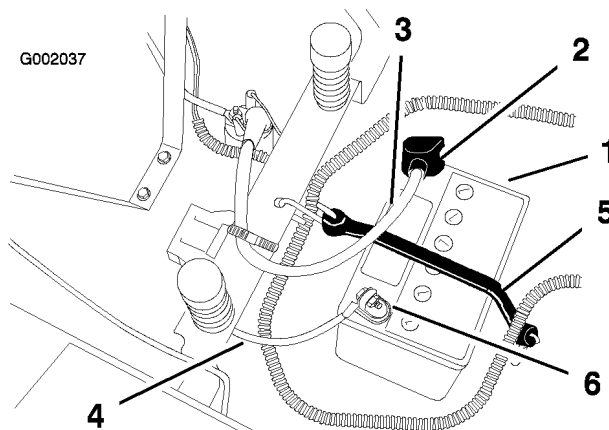

Figure 31
4. Débranchez le câble négatif (noir) de mise à la masse de la borne de la batterie (Figure 31).
5. Repoussez le capuchon en caoutchouc sur le câble positif (rouge). Débranchez le câble positif (rouge) de la borne de la batterie (Figure 31).
6. Enlevez la sangle de maintien de la batterie (Figure 31) et ôtez la batterie de son support.
1. Placez la batterie sur son support, les bornes à vers l'arrière(Figure 31).
4. Fixez les câbles à l'aide de 2 boulons de chariot (1/4 x 3/4 pouce), 2 rondelles (1/4 pouce) et 2 écrous-papillons (1/4 pouce) (Figure 31).
6. Fixez la batterie en place à l'aide de la sangle de maintien (Figure 31).